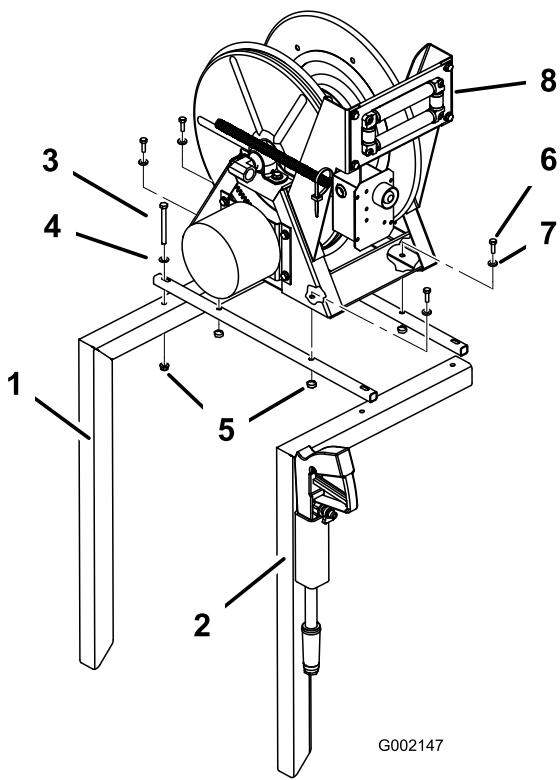

Figura 5
5. Installate i 2 tubi di montaggio dell'avvolgitubo sulla cima dei telai dell'avvolgitubo (Figura 5) utilizzando 4 bulloni (5/16 x 3-1/4 inch), 4 rondelle (diametro esterno 11/16 poll.) e 4 dadi flangiati (5/16 pollice). Non serrate a fondo i dispositivi di fissaggio, che regolerete più avanti.
6. Installate il gruppo dell'avvolgitubo su tubi di montaggio dell'avvolgitubo (Figura 5) utilizzando 4 bulloni a testa flangiata (5/16 x 1-1/2 inches), 4 rondelle (7/8 pollici diametro esterno) e 4 dadi flangiati (5/16 pollici). Non serrate a fondo i dispositivi di fissaggio, che regolerete più avanti.